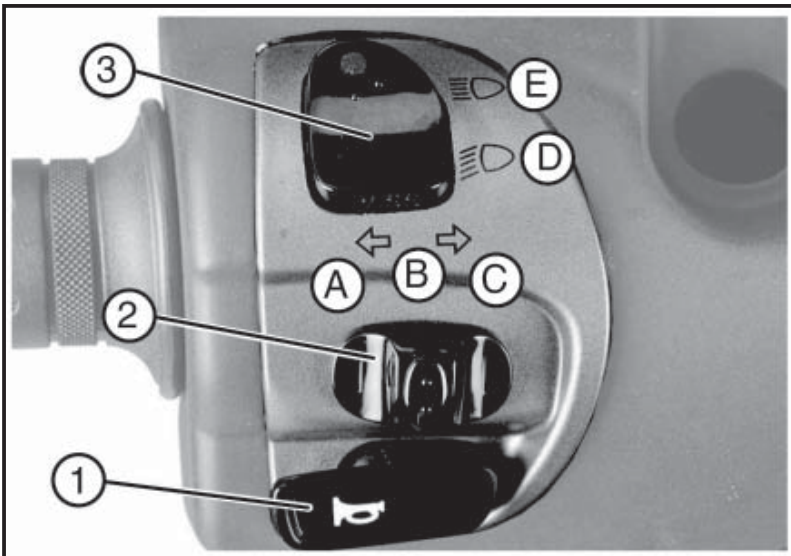

Abb. 02
4.9 - LINKE BEDIENELEMENTE AM LENKER (Abb. 02)